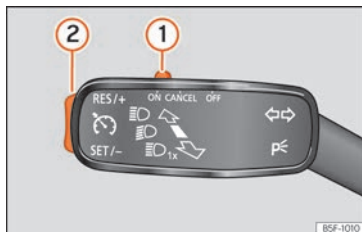

Abb. 223 Am Blinkerhebel: Bedienelemente zur Bedienung der GRA.
- Schieben Sie den Schalter »» **Abb. 223 ①** bis **ON**.
- Drücken Sie die Taste »» **Abb. 223 ②** im Bereich **SET/-**.
- Schieben Sie den Schalter »» **Abb. 223 ①** bis **CANCEL** oder treten Sie auf die Bremse.
- Drücken Sie die Taste »» **Abb. 223 ②** im Bereich **RES/+**.
Während der GRA-Regulierung kann die gespeicherte Geschwindigkeit mit der Taste »» **Abb. 223 ②** eingestellt werden:
- Um in Schritten von 1 km/h [1 mph] zu erhöhen, drücken Sie kurz die Taste »» **Abb. 223 ②** im Bereich **RES/+**.
- Um die Geschwindigkeit kontinuierlich zu erhöhen, halten Sie die Taste »» **Abb. 223 ②** im Bereich **RES/+** gedrückt.
- Um in Schritten von 1 km/h (1 mph) zu reduzieren, drücken Sie kurz die Taste »» Abb. 223 ② im Bereich **SET/-**.
- Um die Geschwindigkeit kontinuierlich zu verringern, halten Sie die Taste »» Abb. 223 ② im Bereich **SET/-** gedrückt.
- Schieben Sie die Taste »» Abb. 223 ① auf **OFF**.